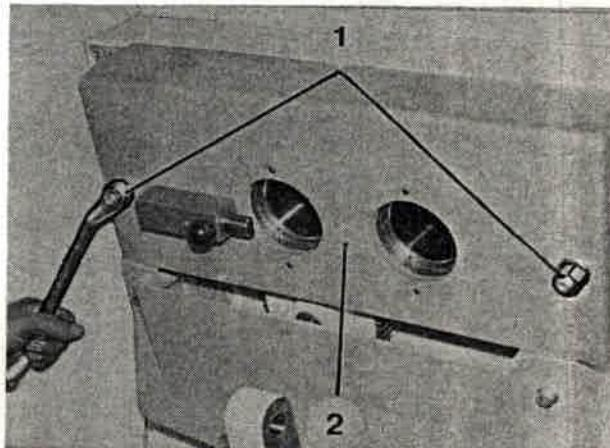

Bild 215
6. Sechskantmuttern (Bild 215/1) abschrauben, Brillendeckel (Bild 215/2) abnehmen.